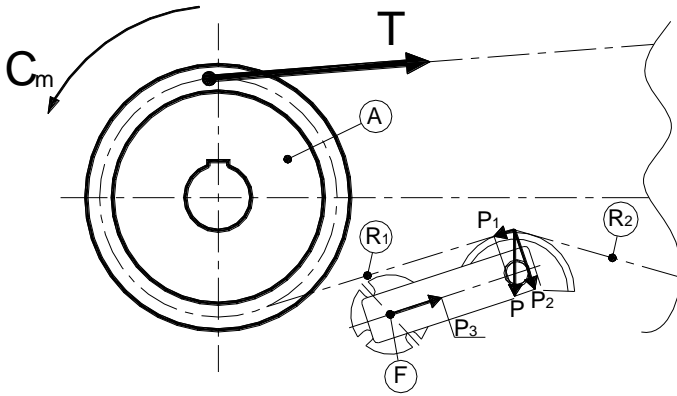

Fig 7
① La fig 7 mostra l'influenza della forza peso P della catena sul tenditore in trasmissioni orizzontali . Il peso della catena, infatti, si scompone sul tendicatena con una forza P₂ normale alla leva e una forza P₁. Quest'ultima componente di compressione è bilanciata dalla forza assiale di compressione P₃ della molla.
Ⓒ Fig. 7 shows the influence of the weight force P of the chain on the tightener in horizontal transmissions. In fact, the weight of the chain is divided on the chain tightener into a force P₂ normal to the lever and a force P₁. The latter compression component is balanced by the spring axial compression force P₃.
Ⓓ Abbildung 7 zeigt den Einfluss der Gewichtskraft P der Kette auf den Spanner bei waagrecht Antrieben. Das Gewicht der Kette teilt sich dabei auf den Kettenspanner auf, und zwar mit einer normalen Hebelkraft P₂ und einer Kraft P₁. Diese Kompressionskomponente wird von der axialen Kompressionskraft der Feder P₃ ausgeglichen.